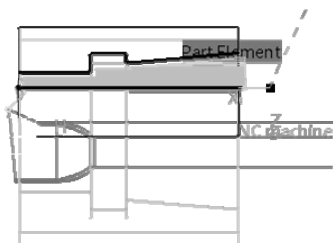

图 6-121 刀具路径轨迹 (8)
- 单击“Rough Turning.1”对话框中的 Tool Path Replay 按钮，弹出“Rough Turning.1”对话框，同时在图形区显示刀具路径轨迹 (8) 如图 6-121 所示。